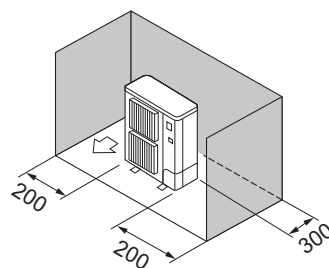

Fig. 3-7
- ③ Enbart hinder på baksidan och sidorna (Fig. 3-7)